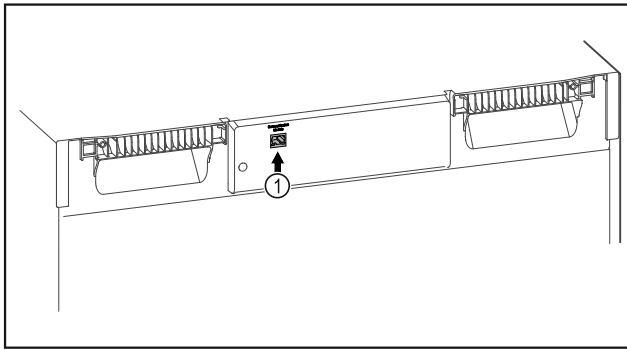

Fig. 89
- SmartModule Fig. 89 (1) is geplaatst.